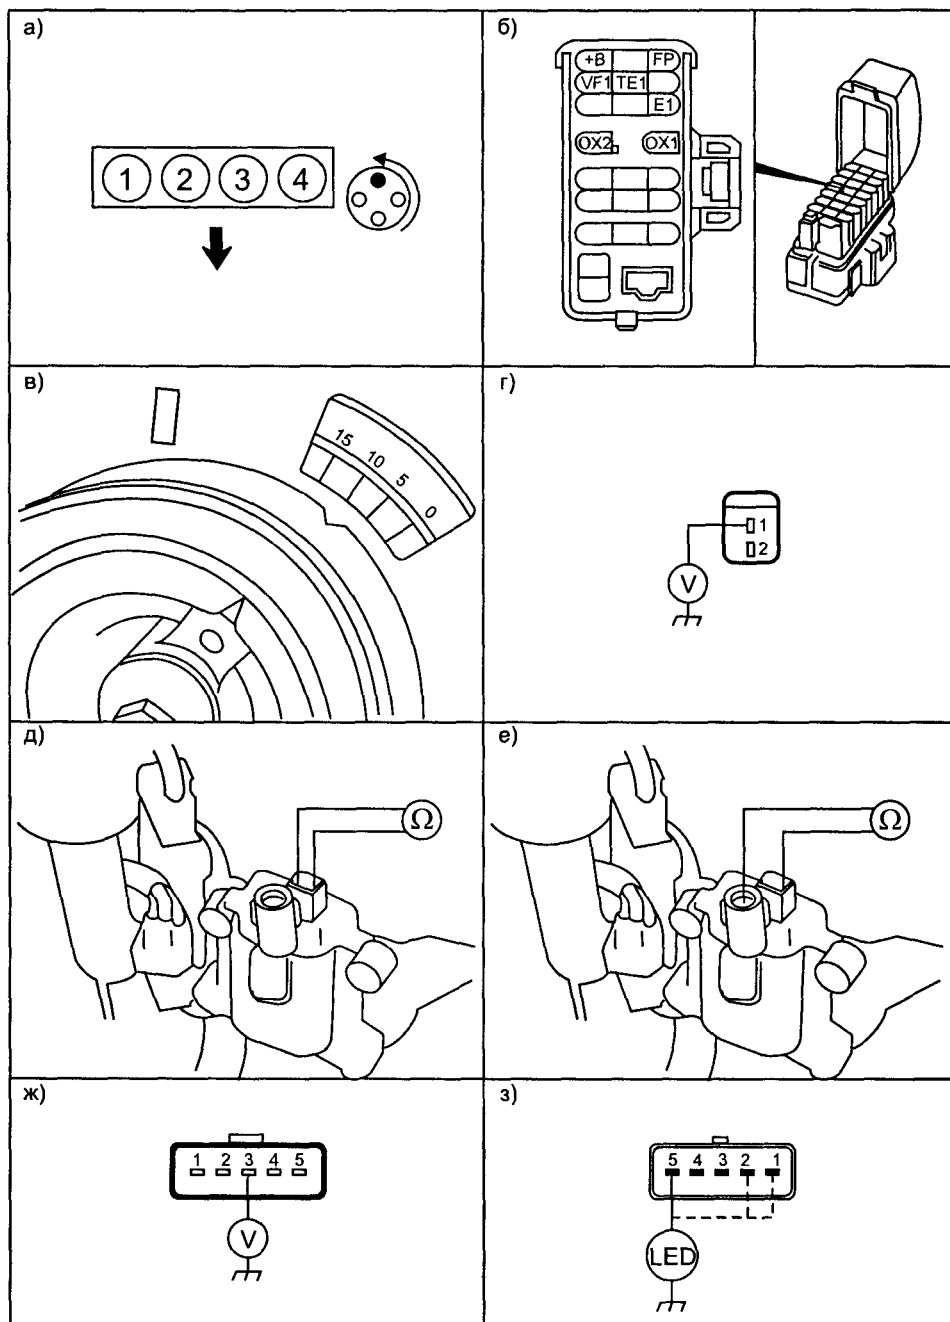

Рис. 2.7.8. Система зажигания
Порядок зажигания — стандартный для 4-х цилиндрового двигателя 1-3-4-2, маркировка цилиндров и распределителя зажигания показана на рис. 2.7.8а. В табл. 2.7.6 приведены параметры системы зажигания «Toyota TCCS».
- подключают стробоскоп и соединяют контакты TE1 и E1 разъема DLC (см. рис. 2.7.8б);
- отключают 2-контактный разъем жгута от катушки зажигания (см. рис. 2.7.8г);
- выключают зажигание и измеряют сопротивление первичной обмотки катушки между контактами 1 и 2 разъема катушки (см. рис. 2.7.8д), должно быть около 0,5 Ом;
- измеряют сопротивление вторичной обмотки катушки между контактами 1 и НТ* разъема катушки (см. рис. 2.7.8е), должно быть около 12 кОм.
- отключают 5-контактный разъем жгута от усилителя зажигания (см. рис. 2.7.8ж);
- подключают разъемы катушки зажигания и усилителя зажигания на место и, прокрутив двигатель стартером, проверяют входные (контакты 1 и 2) и выходной (контакт 5) сигналы усилителя зажигания с помощью LED-индикатора (см. рис. 2.7.8з);